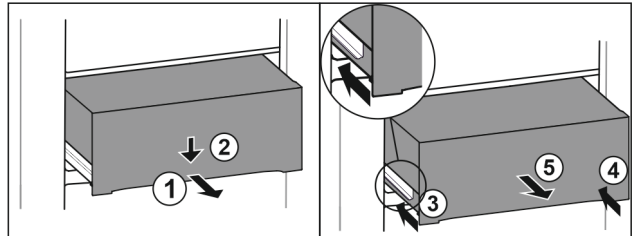

Fig. 96
- Schubfach halb herausziehen. Fig. 96 (1)
- Schubfach an der Vorderseite nach unten drücken. Fig. 96 (2)
- Linke Schiene etwa 2 cm einschieben. Fig. 96 (3)
- Rechte Schiene etwa 2 cm einschieben. Fig. 96 (4)
- Schubfach nach vorne entnehmen. Fig. 96 (5)